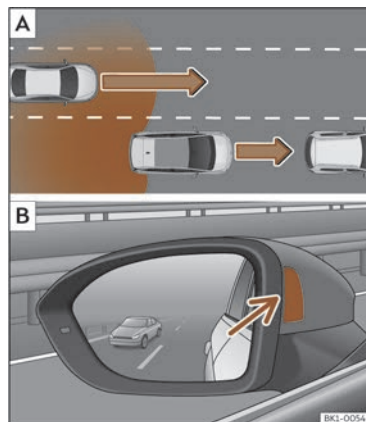
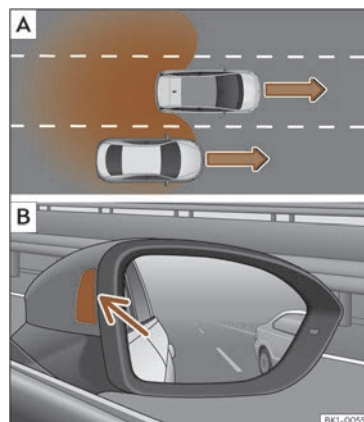

Fig. 139 Représentation schématique :
Fig. 140 Représentation schématique :
Dans les situations suivantes, une indication apparaît sur le voyant de contrôle >>> **fig. 139 [B]** (flèche) ou >>> **fig. 140 [B]** (flèche) :
- Lorsque le véhicule est dépassé par un autre véhicule >>> **fig. 139 [A]**.
- Lorsque le véhicule dépasse un autre véhicule >>> **fig. 140 [A]** en cas de différence de vitesse d'environ 10 km/h (6 mph). Si le dépassement est considérablement plus rapide, aucune indication ne s'affiche.